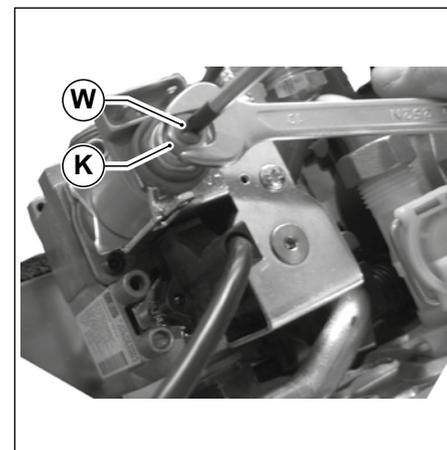

Fig. 38 Regolazione valvola gas
- Girando in senso ORARIO il dado **K** (vedi Fig. 38 Regolazione valvola gas) la pressione agli ugelli aumenta, girando in senso ANTIORARIO la pressione agli ugelli diminuisce.
- Per regolare il valore della pressione, tenendo bloccato il dado **K** con una chiave da 10 mm, girare la vite **W** in senso ORARIO per aumentare la pressione, in senso ANTIORARIO per diminuirla (vedi Fig. 38 Regolazione valvola gas).